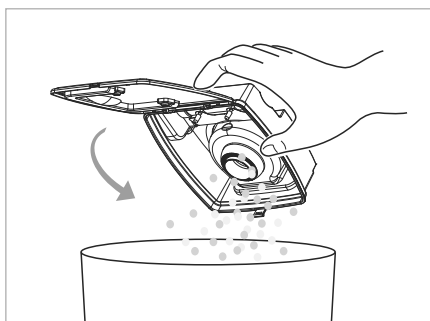

Fig. 11
- 4) Goliți conținutul recipientului de praf 14 într-un coș de gunoi (a se vedea fig. 11).